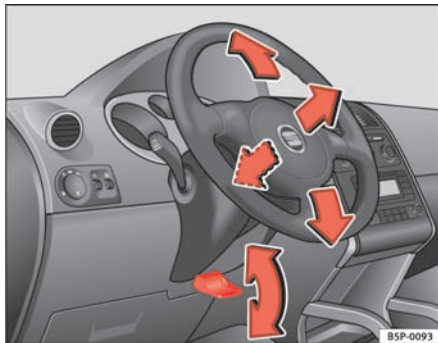

Fig. 128 Sådan indstilles rattet.
- Drej armen under ratstammen ⇒ fig. 128 nedad ⇒ ⚠.